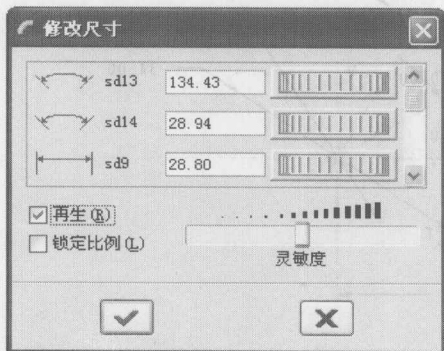

图 2-7
② 选中图 2-6 草图的所有尺寸,在草绘工具箱中单击  按钮,系统弹出如图 2-7 所示对话框。